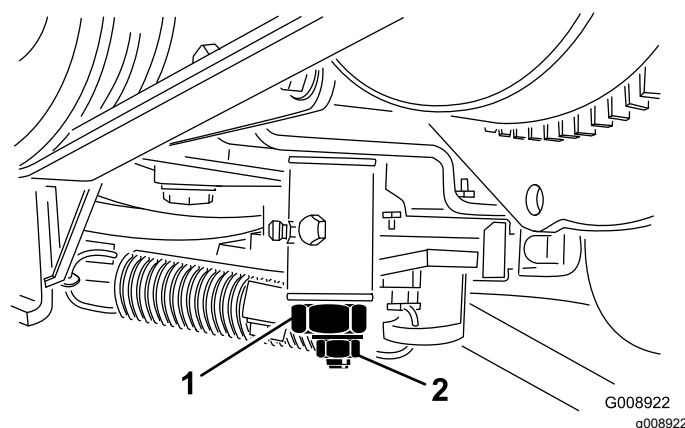

Figura 51
2. Allentate il raccordo del cavo dell'acceleratore sulla leva della pompa di iniezione (Figura 51).